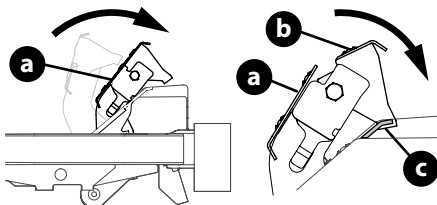

Figure 18
1. Enfoncez la pédale de frein (a) à fond vers l'avant et vers la droite (Figure 18).